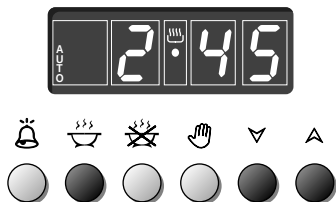

Fig. 6.7
1. Déterminer le temps de durée de la cuisson en pressant le poussoir  et le poussoir  pour avancer, ou  pour revenir si le temps désiré a été dépassé (fig. 6.7).